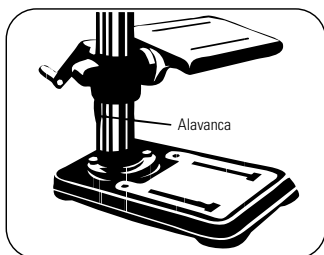

FIGURA 7.11
- Volte a apertar a Alavanca da Mesa Móvel (Figura 7.11).